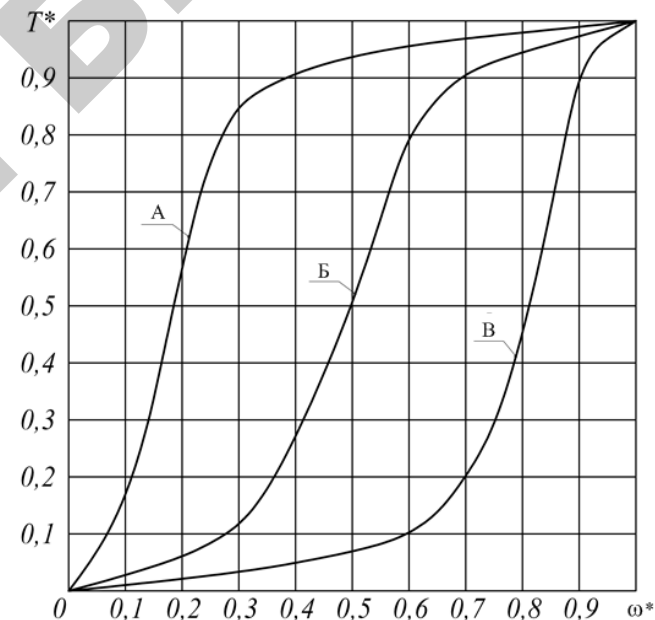

Рис. 13.1. Распределение времени работы рабочей машины в интервале регулирования скорости вращения:
• к пункту 3 плана занятия. Если по технологии работы рабочей машины затруднительно установить продолжительность работы регулируемого электропривода на каждой ступени скорости, то обращаются к вероятным законам изменения скорости вращения в диапазоне регулирования [5], графические зависимости которых представлены на рис. 13.1 в относительных единицах.
Пользуясь рис. 13.1 и кривой Б, определить время работы T_i^* на каждой из 7 ранее определенных скоростей вращения, записанных в табл. 13.3 (в относительных единицах). Время работы T_i^* записать по форме табл. 13.3.
При этой угловой скорости $T_n^* = 1$ (рис. 13.1), значит, $T_n = T_{уд} \cdot 1$.
Для угловой скорости $\omega_1^* = 0,9$ (табл. 13.3) $T_1^* = 0,97$ (рис. 13.1).